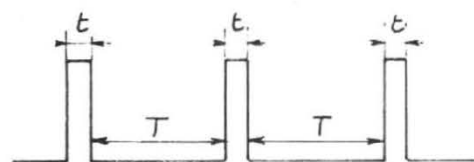

Fig. 40. — Impulsion positive étroite ou négative large ?
- suppression de la confusion possible entre une impulsion positive et une négative (voir en Fig. 40). La partie t pouvant être comme une impulsion positive étroite ; alors que la partie T peut être considérée comme une impulsion négative large.